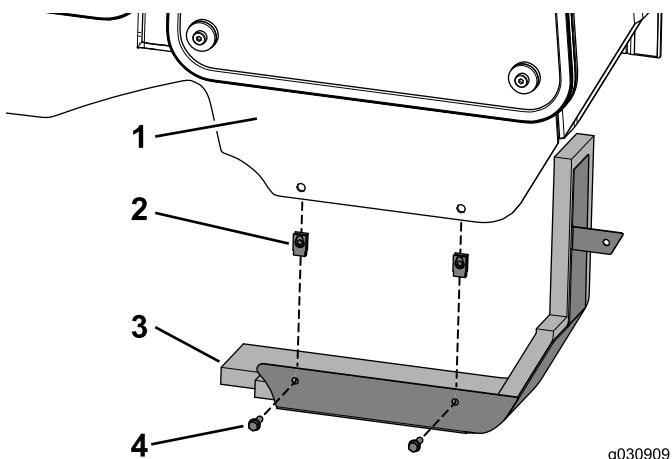

Figura 29
1. Instale as duas porcas de clipe na estrutura da cabina (Figura 29).
2. Monte o conjunto do painel na cabina utilizando os dois parafusos (1/4 x 3/4 pol.) como se mostra na Figura 29.